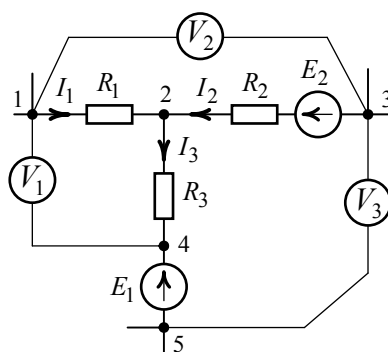
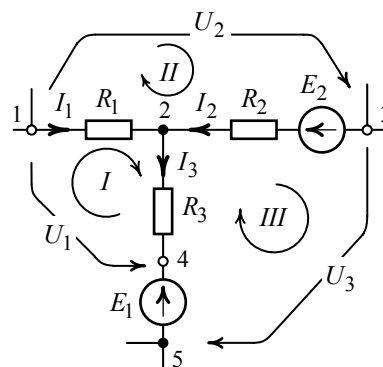

Рис. 2.9
Рис. 2.10
Определить показания вольтметров в схеме цепи рис. 2.9, если  $I_1 = 2,6 \text{ A}$ ,  $I_2 = 1,2 \text{ A}$ ,  $E_1 = 15 \text{ В}$ ,  $E_2 = 25 \text{ В}$ ,  $R_1 = 12 \text{ Ом}$ ,  $R_2 = 24 \text{ Ом}$ ,  $R_3 = 16 \text{ Ом}$ . Внутреннее сопротивление вольтметров принять равным  $r_V \rightarrow \infty$ .
1. Заменяем вольтметры, изображенные на схеме (рис. 2.9), векторами напряжений, указывающих на разность потенциалов между точками их подключения (рис. 2.10). Направления действия векторов напряжений выбираем произвольно.
3. Показание вольтметра  $V_1$  определим из выражения, записанного по второму закону Кирхгофа для замкнутого контура  $I$  (рис. 2.10):
4. Показание вольтметра  $V_2$  определим из выражения, записанного по второму закону Кирхгофа для замкнутого контура  $II$ , рис. 2.10:
5. Показание вольтметра  $V_3$  определим из выражения, записанного по второму закону Кирхгофа для замкнутого контура  $III$ , рис. 2.10: